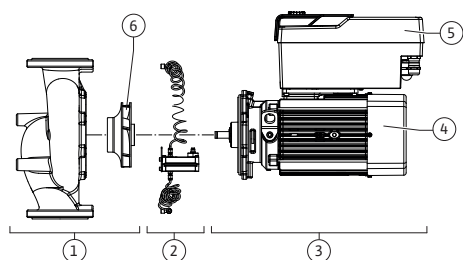

Fig. 3: Функциональные узлы
**Функциональные узлы (Fig. 3)**